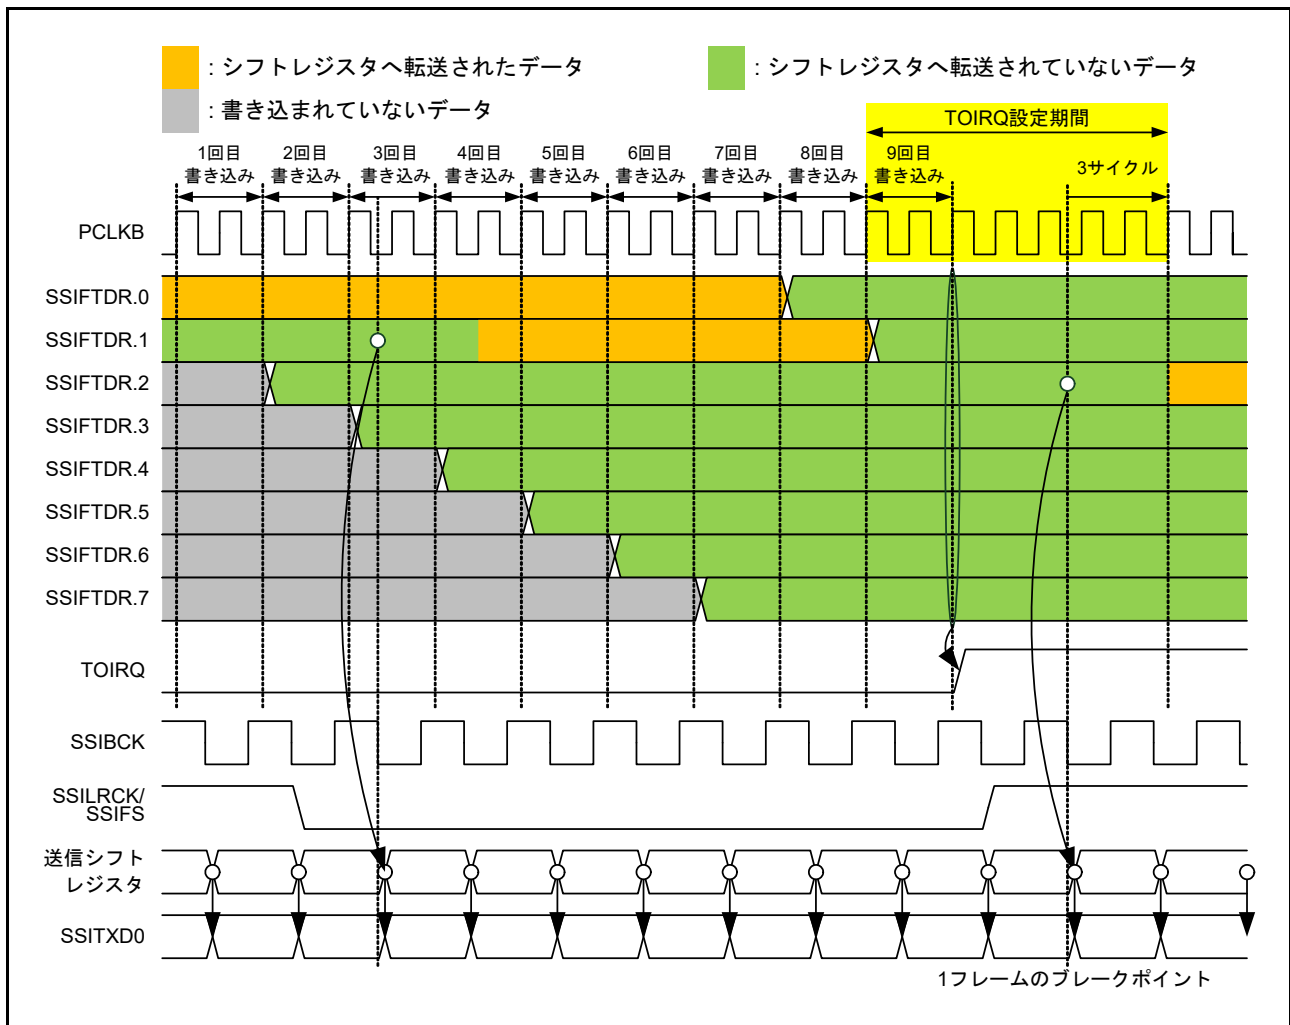

図 35.16 TOIRQ 設定タイミング
- SSIFTDR への書き込みが完了したとき。詳細は、図 35.16を参照してください